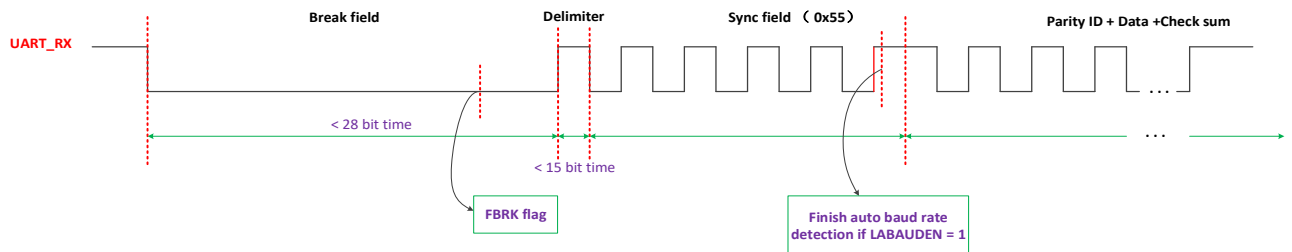

图 8-10 LIN 帧流程
如图 8-10 所示，UART LIN 只是一个软件 LIN，具有传输分隔符（break field），同步域（synchronous field）和数据。用户可以在最新的 LIN 协议中了解更多细节。图 8-10 仅描述了一个基本的帧。除基本 UART 寄存器外，用户还应更加注意 `UART_LINCR` 寄存器。在 UART 模块中，存在一个硬件逻辑单元，用于 LIN 检测，并且当 `LINEN` 配置为 1 时，就启用 LIN 功能。需要注意的是只有 UART0，UART1 支持 LIN 功能。
UART-LIN 帧流程如图 8-10 所示，接收过程参考如下步骤：
2. 在分隔符位周期之后，同步域即 `0x55` 当做正常的的数据接收。如果 `LABAUDEN` 配置为 1，则在 `synchronous field` 期间自动波特率检测开始运行，并且自动波特率检测操作在图 8-10 所示的第五个上升沿之后完成。但数据 `0x55` 不会存储到 RX 数据寄存器或 FIFO 中。若 `LABAUDEN` 配置为 0，则不执行自动波特率检测，数据 `0x55` 存储在 RX 数据寄存器或 FIFO 中。
为避免在发生异常情况时模块暂停，引入超时机制，如图 8-10 所示：